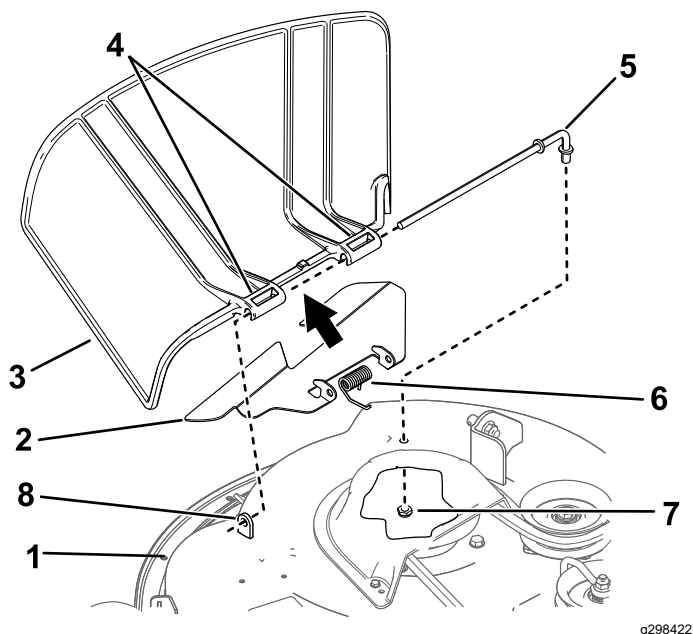

Figura 74
1. Remova a porca ($\frac{3}{8}$ pol.) da barra debaixo do cortador (Figura 74).
2. Faça deslizar a barra para fora da parte saliente curta, mola, abafador e defletor de relva (Figura 74).
4. Instale o novo defletor de relva e o abafador (Figura 74).
7. Faça deslizar a barra pelo abafador e segunda articulação do defletor de relva (Figura 74).
9. Fixe a extremidade traseira da barra ao cortador com uma porca (3/8 pol.), como se mostra na Figura 74.